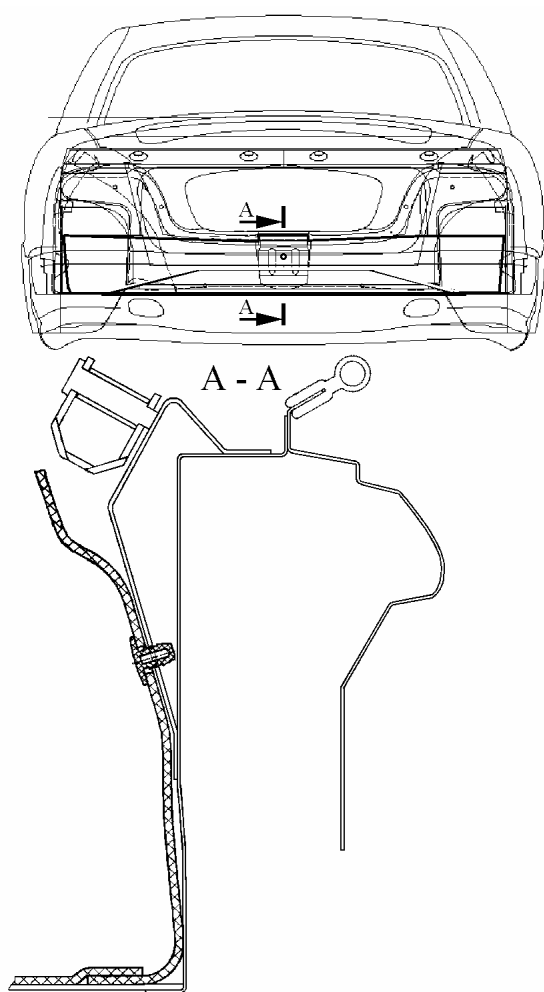

Рис. 33. Снятие задней обивки багажника:
4.27.1. Снять заднюю обивку 1 (рис. 33) багажника, сняв четыре пистона 2 крепления обивки к задней панели багажника 3